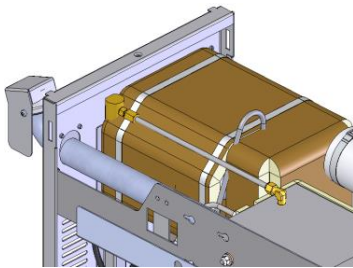

Fig. 5 : Pose de l'isolation sur le kit 250T3
7. Poser l'isolation et les bandes de fixation conformément à Fig. 5.